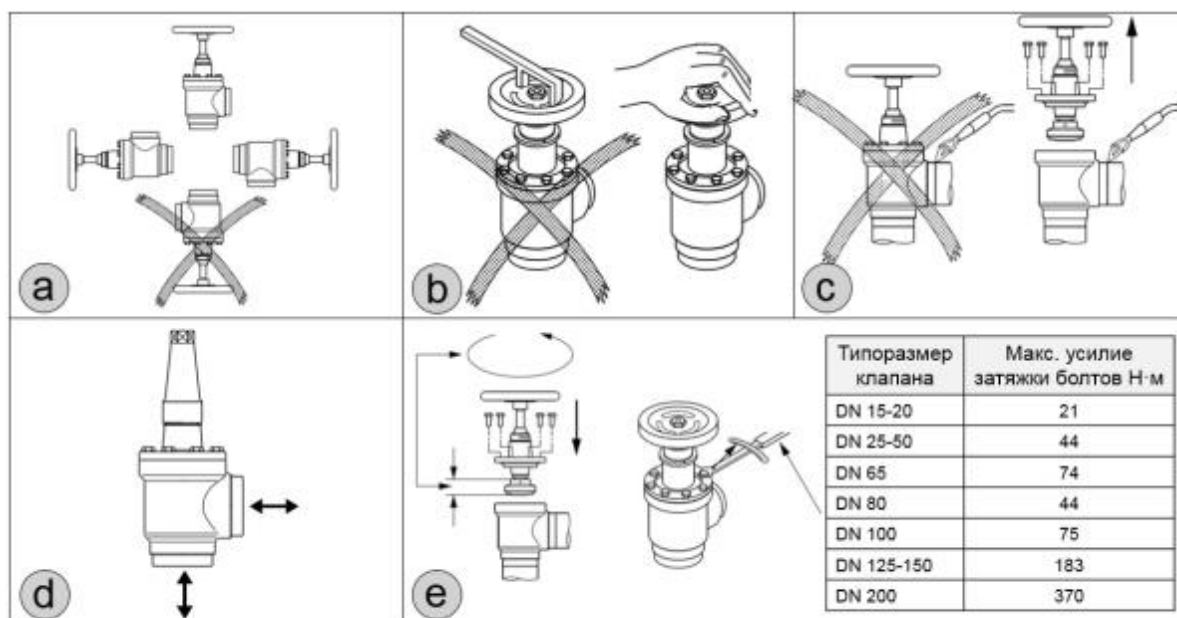

Рис. 4 Инструкция по установке
Клапаны SVA должны устанавливаться шпинделем ручного открытия вверх или горизонтально (рис. 4а). Рекомендуется устанавливать клапаны по направлению потока (рис. 4d), указанному стрелкой на корпусе клапана. Клапан может быть установлен стрелкой против направления потока рабочей среды, но при этом значение коэффициента  $k_v$  ( $cv$ ) уменьшится.
Перед проведением сварочных работ необходимо разобрать клапан (рис. 4с), чтобы избежать повреждения уплотнительных колец и тефлоновых уплотнений. Разбор клапана не обязателен, если температура между корпусом клапана и запорным органом во время сварки не будет превышает  $+150^{\circ}\text{C}$ . Эта температура зависит от метода сварки, а также от наличия охлаждения корпуса клапана во время проведения сварочных работ (охлаждение можно обеспечить, обернув корпус клапана влажной тканью).
Перед сборкой клапана удалите из корпуса и труб окалину и грязь. Убедитесь, что уплотнительные кольца не повреждены. Если поверхность уплотнений оказалась повреждённой или замятой, их необходимо заменить. Перед тем как установить запорную часть клапана в корпус, необходимо полностью выкрутить шток (рис. 4е), т.е. после сборки клапан SVA будет полностью открыт.
**Сборка** Перед сборкой клапана удалите из корпуса грязь. Убедитесь, что уплотнительные кольца не повреждены. Перед тем как установить запорную часть клапана в корпус, необходимо полностью выкрутить шток (рис. 4, е), т.е. после сборки клапан SVA будет полностью открыт.